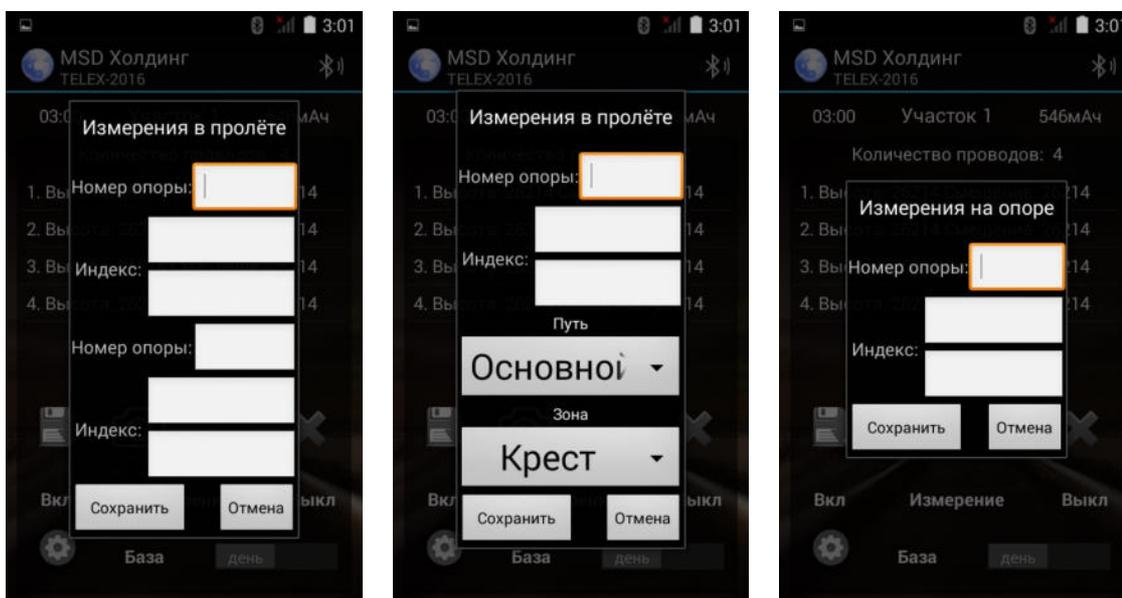

Рисунок 17. Сохранение места измерения.
2.3.3.6 В зависимости от выбранного места проведения измерения введите соответствующие данные, а именно, номера и индексы опор, номера и индексы воздушных стрелок, путь на котором установлен БИПКП (основной или второстепенный), а также зону, в которой установлен БИПКП (под крестовиной или в зоне подхвата) и нажмите кнопку **«Сохранить»**, как показано на Рис.17.